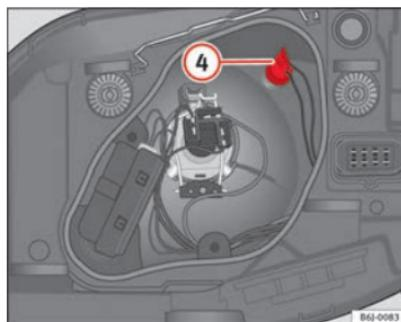

Fig. 149 Feux de position
- Retirez le support d'ampoules ④ ⇒ fig. 149 vers l'extérieur.
- ③ Feux de croisement
- ④ Clignotant